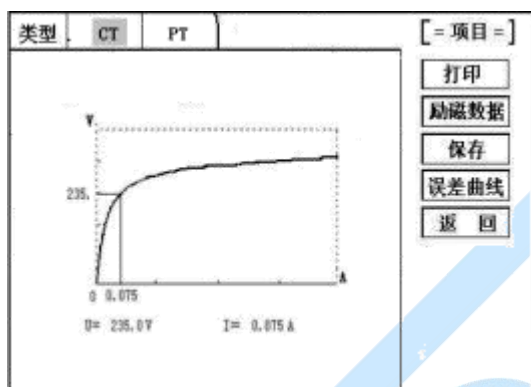

图 6 CT 励磁曲线图
试验时，光标在“停止”选项上，并不停闪烁，测试仪开始自动升压、升流，当测试仪检测完毕后，试验结束并描绘出伏安特性曲线图（如图 6）。
试验结束后，屏幕显示出伏安特性测试曲线（见图 6）。该界面上各操作功能如下：
③ 保存：控制器移动至“保存”选项，按下即可将当前所测数据保存，保存成功后，屏幕上显示“保存完毕”。成功保存后，用户如果再按下“保存”键，程序会自动分辨，不保存相同的测试记录。并且可在数据查询菜单中进行查看。
④ 误差曲线：在图 6 的界面中，将光标移至“误差曲线”选定后，屏上将显示伏安特性试验的误差曲线的设置（见图 8）。选定后计算出的误差曲线如图 9。